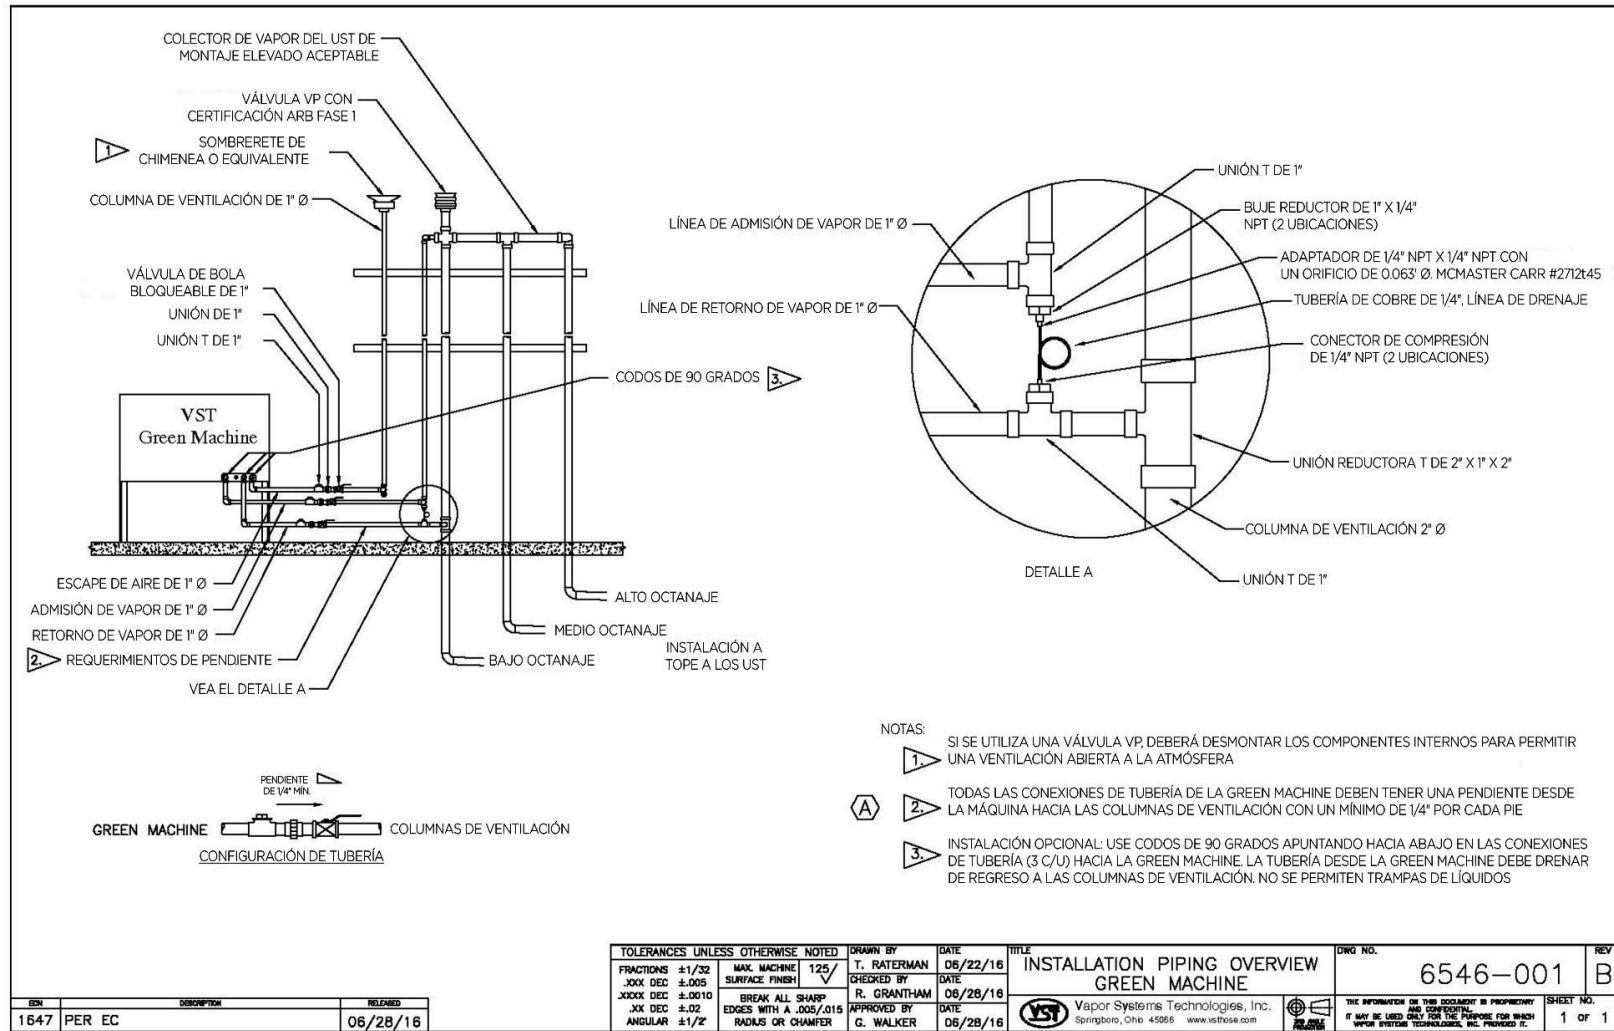

Figura 2-1: Descripción de las tuberías de vapor
- La línea de drenaje de ¼" de diámetro con el adaptador provisto debe instalarse según la **Figura 2-1**.
- Instale una tubería de entrada de vapor de 1" y una tubería de retorno de vapor de 1" como se muestra en la **Figura 2-1** desde las conexiones de entrada de vapor y retorno de vapor en la GREEN MACHINE a una columna de ventilación existente.
Ve a la figura 2-1.
- La tubería de 1" debe inclinarse hacia afuera de la GREEN MACHINE un mínimo de ¼" por pie. **Vea la Figura 2-1.**
- Desde la columna de ventilación, instale la válvula de bola de bloqueo de 1", luego la unión de 1" y luego la conexión en T de 1" como se muestra en la **Figura 2-1.**
- La línea de drenaje de ¼" de diámetro con el adaptador provisto debe instalarse según la **Figura 2-1.**